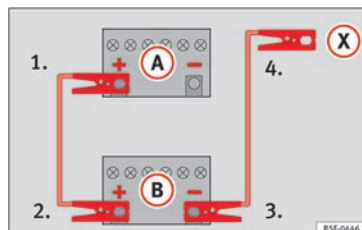

Fig. 70 Esquema de conexión para vehículos sin sistema Start-Stop.
2. Emborne un extremo del cable *rojo* de emergencia al polo positivo (+) del vehículo con la batería descargada (A) » fig. 70.
3. Emborne el otro extremo del cable *rojo* de emergencia al polo positivo (+) del vehículo que suministra la corriente (B).
4. *En los vehículos sin sistema Start-Stop:* emborne un extremo del cable *negro* de emergencia al polo negativo (-) del vehículo que suministra la corriente (B) » fig. 70.